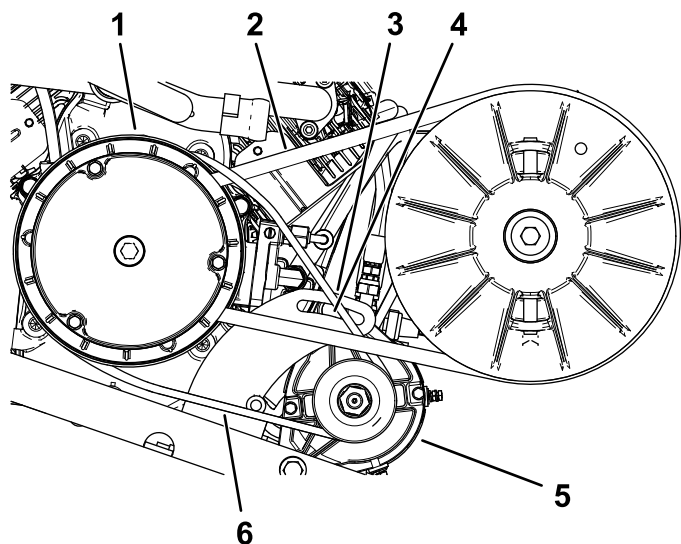

図 70
2. スタータジェネレータのピボットナットをゆるめる 図 70。
4. ボールを下に押してスタータを下げる。ベルトを $44.5 \text{ N}\cdot\text{m}$ $4.5 \text{ kg}\cdot\text{m} = 10 \text{ ft}\cdot\text{lb}$ の力で押した時のたわみが 6 mm になるようにスタータの位置を調整する 図 70。
5. ピボットナットを手締めし、ボールを取り外す 図 70。